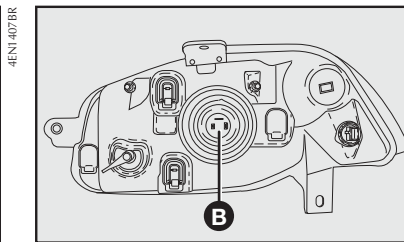
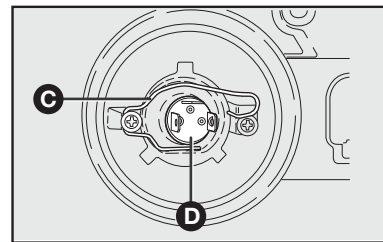

fig. 19
fig. 20
- 2) Remover a tampa **B**—fig. 19 para ter acesso às lâmpadas.
- 3) Retirar o porta-lâmpada **D**—fig. 19 pressionando a presilha **C**—fig. 20 abrindo-a lateralmente.
6) Reenganchar a presilha de fixação **C**—fig. 20 colocando por último a tampa **B**—fig. 19.